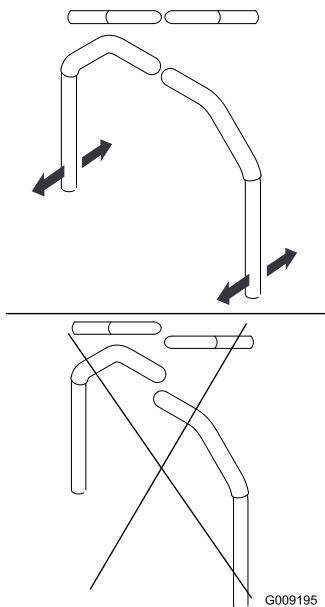

Figura 75
4. Ajuste la posición delante/detrás de las palancas acercándolas a la posición de punto muerto y deslizándolas hasta que queden alineadas, y luego apriete los pernos (Figura 75).